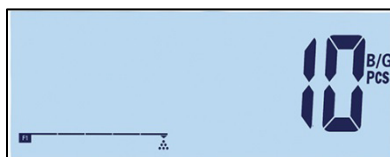

Figura 2-19: Pantalla de conteo de piezas
4. Cargue las piezas que va a contar. El conteo se mostrará (Figura 2-19).